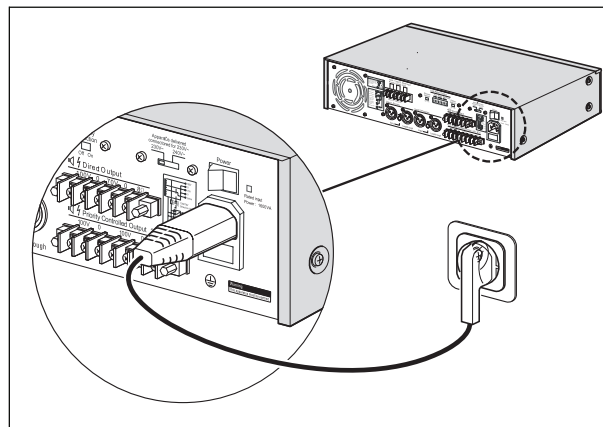
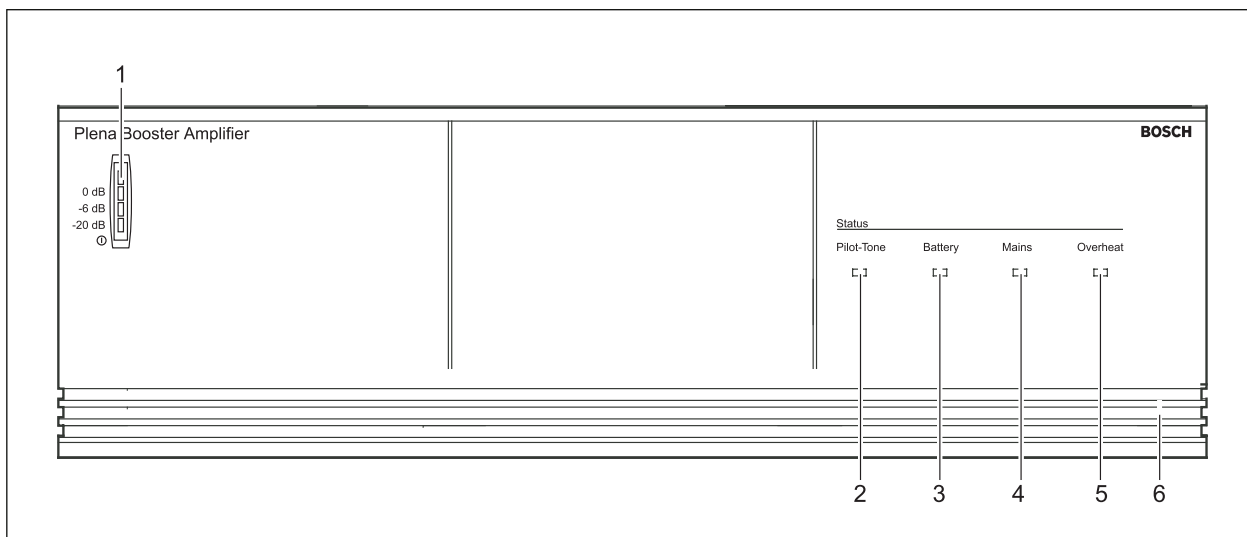

рисунок 5.1: Выключатель питания
рисунок 5.2: Передняя панель
Переключите выключатель питания на задней панели усилителя мощности (см. рисунок 5.1) в положение I. Если сетевое электропитание или резервное электропитание доступны, включится индикатор уровня (1) на передней панели усилителя мощности и покажет уровень выходного сигнала усилителя (см. рисунок 5.2). Если внутренняя температура достигает критического предела из-за недостаточной вентиляции или перегрузки, цепь защиты от перегрева выключает силовой каскад. Если силовой каскад выключен цепью защиты от перегрева, на передней панели загорается индикатор Overheat (5), и подается сигнал на реле сигнализации о неисправности входа. Индикатор Battery (3) загорается, если сетевое питание выходит из строя, и используется резервная батарея.
Переключите выключатель питания на задней панели усилителя мощности (см. рисунок 5.1) в положение O.